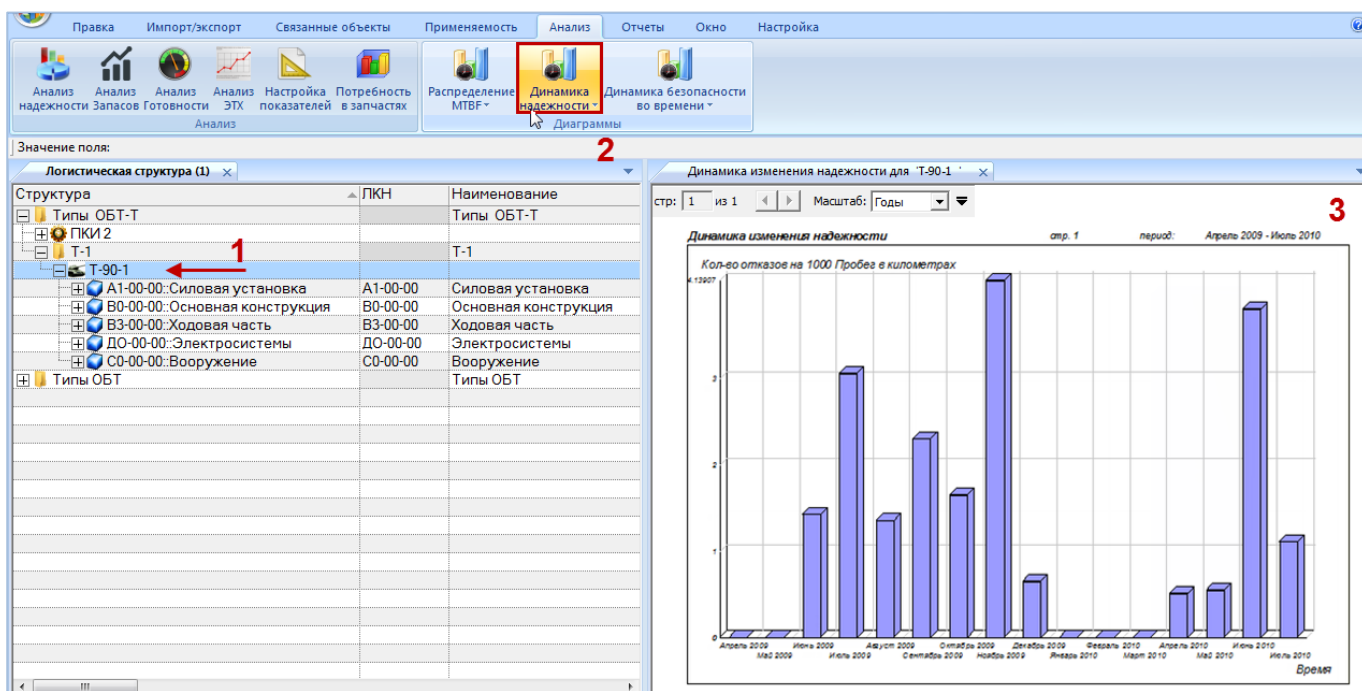

Рис. 26-60 – Построение диаграммы по надежности
- 4) В отдельном рабочем окне отображается диаграмма по надежности (3 на рис. 26-60). Краткое описание инструментов панели «Файл» для диаграмм приведено в пункте 5.4.7 «Панель «Диаграммы»», стр. 64.